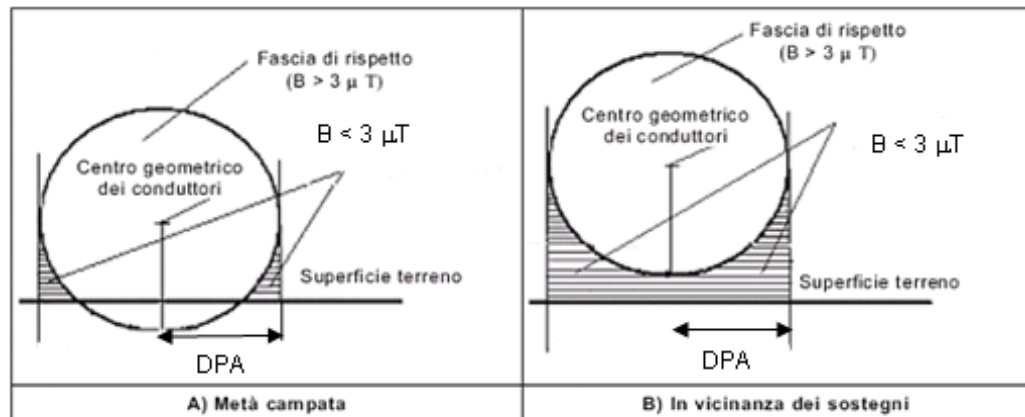

Figura 2 - Schema Fasce di rispetto e DPA in corrispondenza di metà campata e in vicinanza dei sostegni.
- **Distanza di Prima Approssimazione (DPA):** per le linee è la distanza, in pianta sul livello del suolo, dalla proiezione del centro linea che garantisce che ogni punto la cui proiezione al suolo disti dalla proiezione del centro linea più della DPA si trovi all’esterno delle fasce di rispetto (*Figura 2*). Per le cabine secondarie è la distanza, in pianta sul livello del suolo, da tutte le pareti della cabina stessa che garantisce i requisiti di cui sopra (*Scheda B10*).
- **Fascia di rispetto:** è lo spazio circostante un elettrodotto, che comprende tutti i punti, al di sopra e al di sotto del livello del suolo, caratterizzati da un’induzione magnetica di intensità maggiore o uguale all’obiettivo di qualità ( $3 \mu T$ ). Come prescritto dall’articolo 4, c. 1 lettera h) della Legge Quadro n. 36 del 22 febbraio 2001, all’interno delle fasce di rispetto non è consentita alcuna destinazione di edifici ad uso residenziale, scolastico, sanitario e ad uso che comporti una permanenza non inferiore a quattro ore (*Figura 2*).